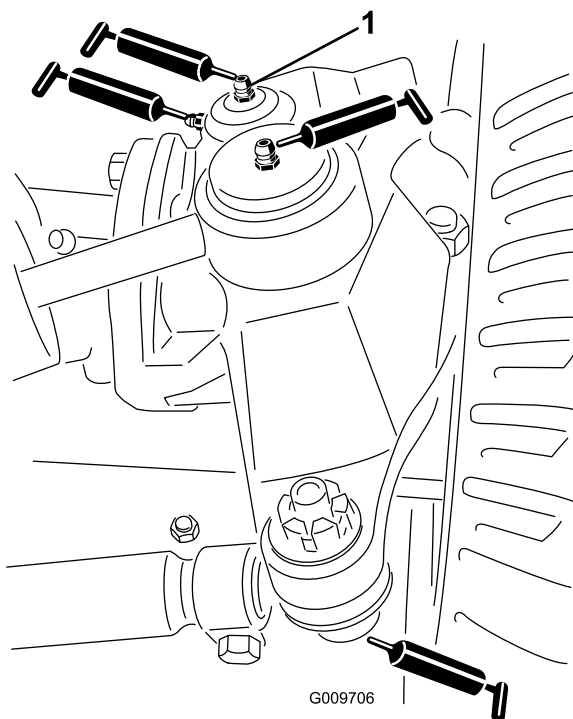

Figura 60
- Giunti a sfera del cilindro di sterzo (2) come illustrato nella Figura 60
- Giunti a sfera del tirante (2) come illustrato nella Figura 60
- Boccole del perno del fusso a snodo (2) come illustrato nella Figura 60